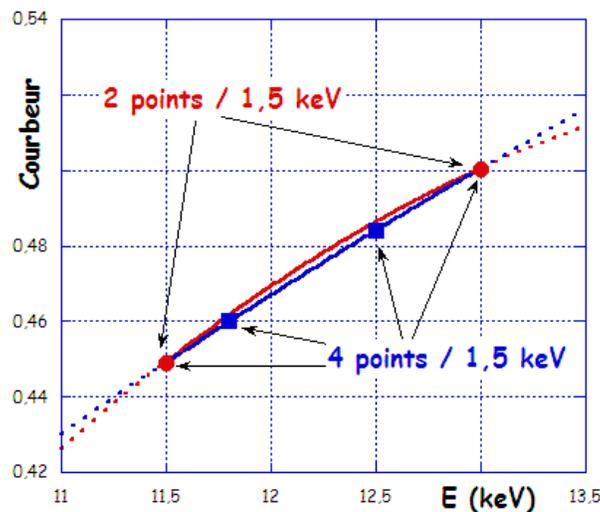

FIGURE 6.3.4 – Principe du suivi de la courbure
**Focus.** Cette application permet d’effectuer un réglage entre deux points extrêmes en définissant des points intermédiaires. Entre chacun des points intermédiaires, l’extrapolation est gérée comme dans le *focuscal*. La figure 6.3.4 schématise les différences entre les deux modes : l’écart entre les deux courbes extrapolées est faible mais peut entraîner une augmentation de la taille de la tache focale d’environ 20%.